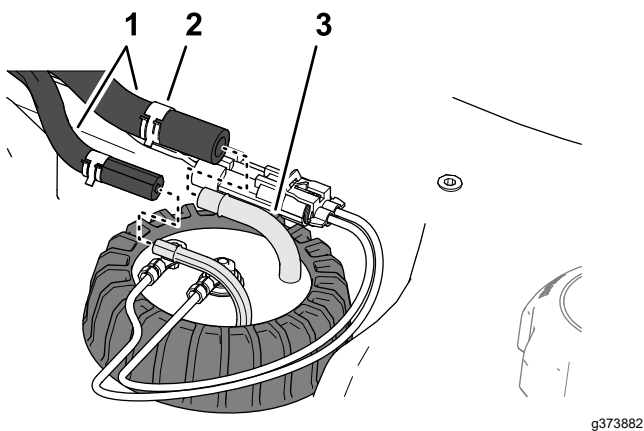

図 94
5. 燃料センダのフィッティングにホースを取り付けてホースをクランプでフィッティングに固定する 図 94。